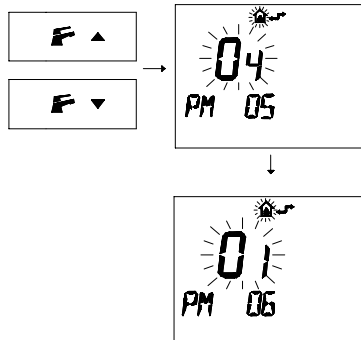

fig. 8.14
- 5 Premere i pulsanti  o  per visualizzare la programmazione “PM 06” Tipo gas secondo livello fig. 8.14